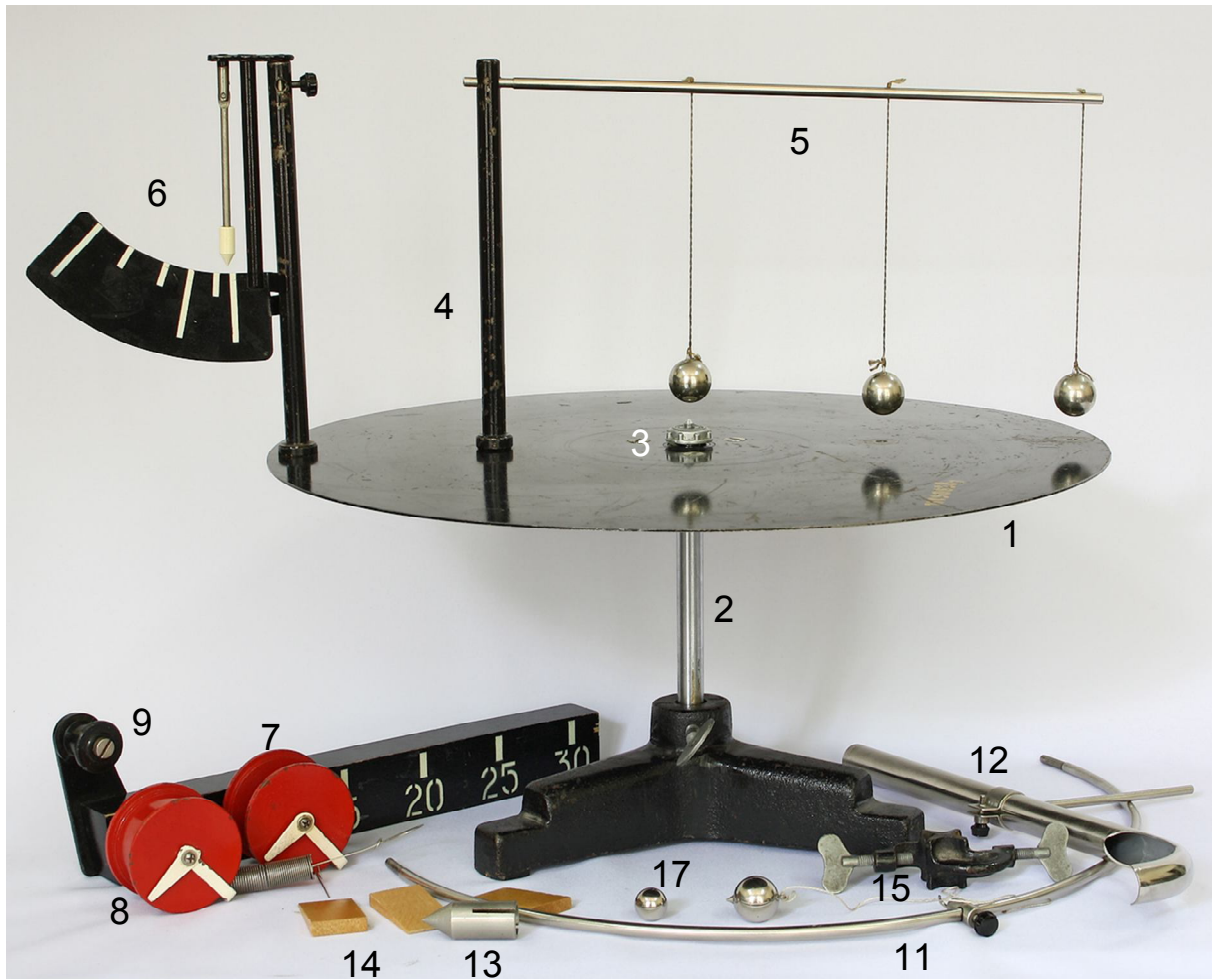

Рис. 12.
В комплект приладу входять (див. рис. 12):
1. Перевірте комплектність укладки згідно з рис. 12.